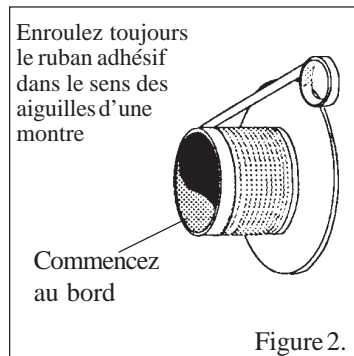

Figure 2.
3. Enroulez le ruban adhésif (compris dans l'emballage) autour du collet mural fileté en serrant bien, dans le sens des aiguilles d'une montre (vu de l'arrière), en commençant au bord du filet (voir figure 2) et en allant vers l'aile du collet mural (faites chevaucher à chaque tour la moitié de la largeur du ruban adhésif), puis revenez en arrière jusqu'à votre point de départ.